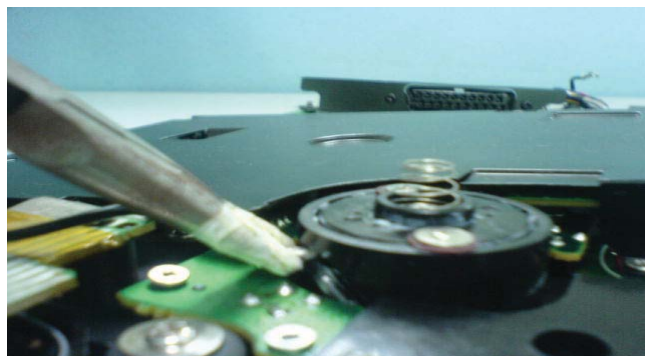

Figura 13
- 2) Use uma pinça para segurar o Pino Steel e retirá-lo como mostra a figura 13.